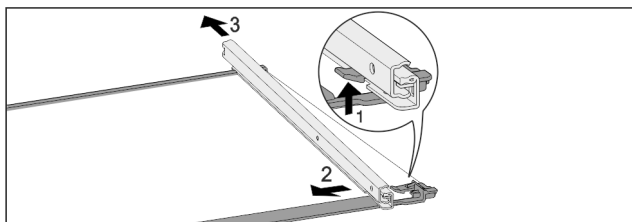

Fig. 122 Üveglap sínekkal
- ▶ Nyomja felfelé az elülső akasztókampót. Fig. 122 (1)
- ▶ Tolja ki oldalra Fig. 122 (2) és hátra Fig. 122 (3) a kihúzó-sínt.